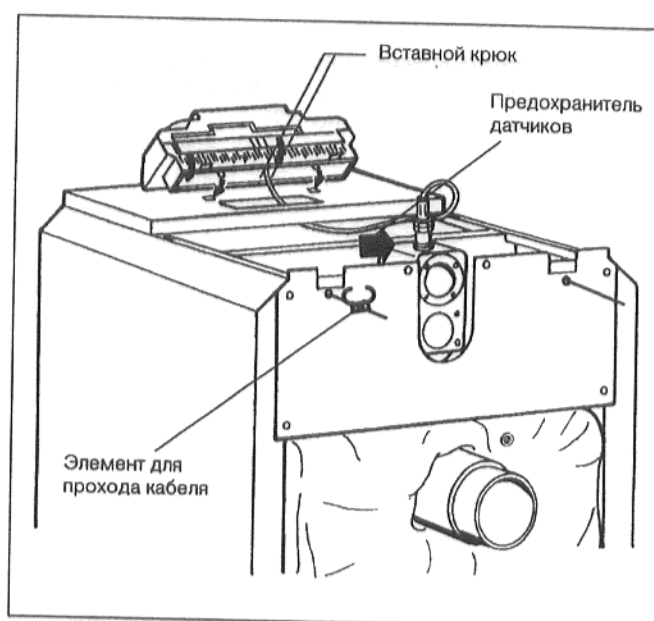

рис. 39
- Установить устройство регулирования (рис. 39). Вставить переднюю часть устройства регулирования вставными крюками в овальные отверстия переднего кожуха котла. Подать устройство регулирования вперед, после чего откинуть назад. Эластичные крюки должны зафиксироваться сзади в прямоугольных отверстиях переднего кожуха котла.
- Привинтить элемент для прохода кабеля слева или справа к задней стенке котла (рис. 39).